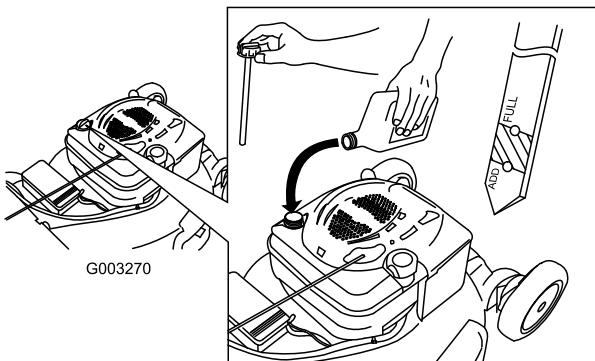

Figura 37
- Vierta lentamente aceite en el tubo de llenado hasta que el nivel llegue a la marca "Full" (lleno) de la varilla (Figura 37). **No llene demasiado.** (Capacidad máxima: 0,59 l (20 onzas), tipo: SAE 30W, aceite detergente con clasificación de servicio API SF, SG, SH, SJ, SL o superior.)